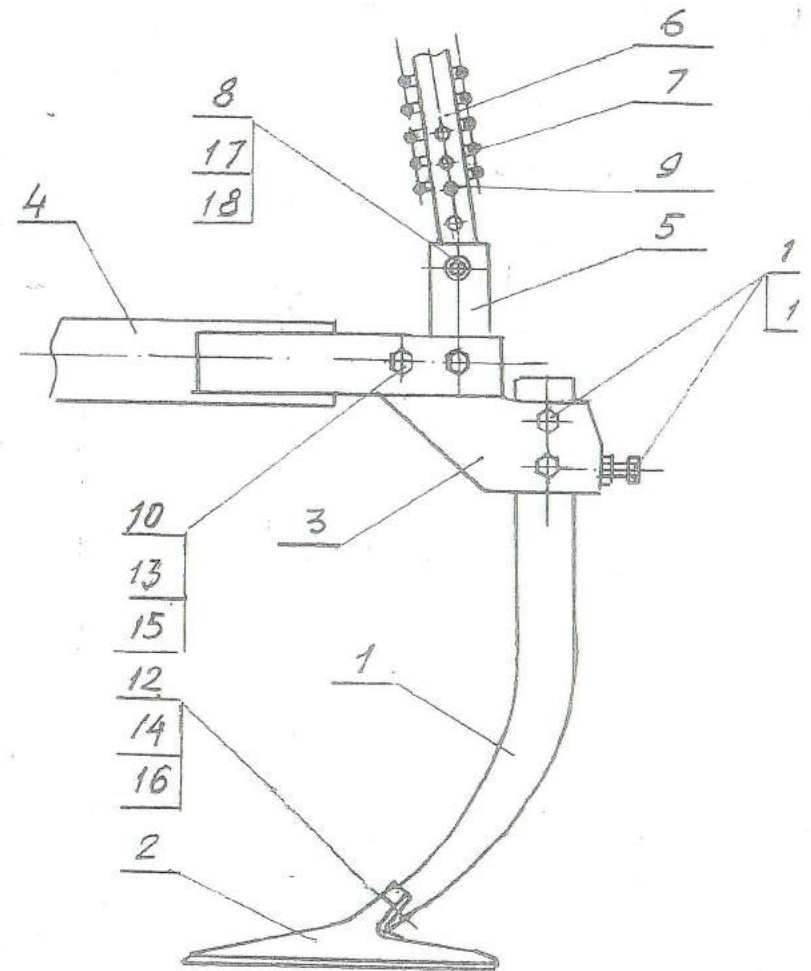

Рис.9
- 3.8 Полный набор рабочих органов культиватора состоит из 24 стоек с лапами (рис. 9) шириной 330 и 270 мм.